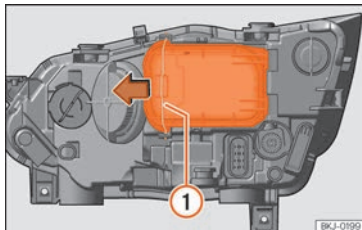

Fig. 104 Nel vano motore: estrarre il coperchio.
- Far scorrere il tirante » **fig. 104** ① nel senso della freccia e sfilare la chiusura.